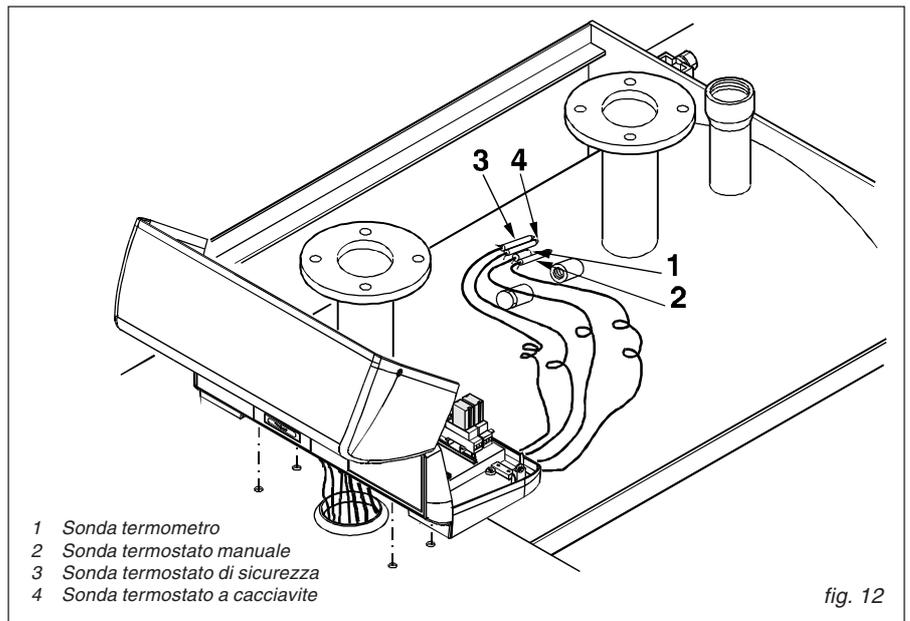

fig. 12
- come indicato in Fig. 12 ed eseguire il collegamento elettrico del pannello alla linea di alimentazione, al bruciatore ed alle eventuali pompe, etc.